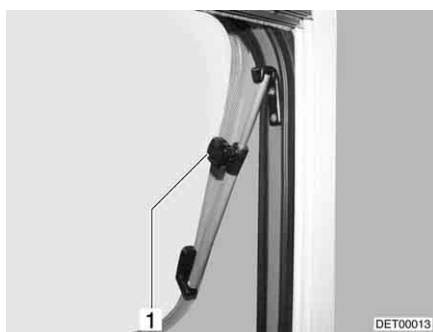

Bild 70 Överkantshängt fönster med vridspärr
- Öppna det överkantshängda fönstret till önskat läge och lås det med den lettrade hylsan (Bild 70,1).
- Vrid den lettrade hylsan (Bild 70,1) tills låsningen släpper.